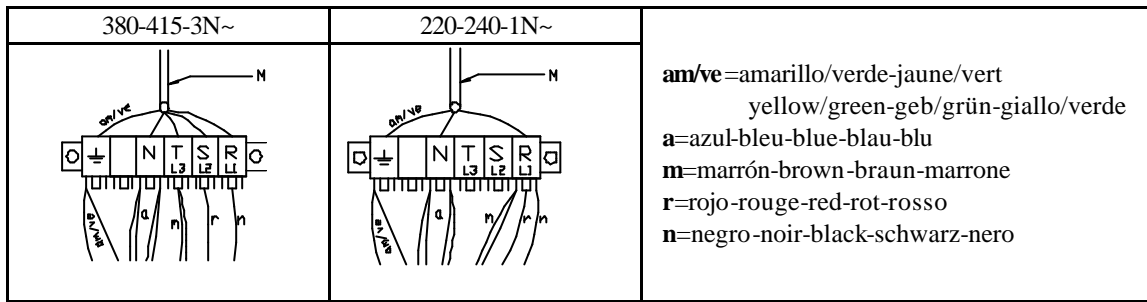

Fig. 6
- Acceder a la regleta de conexiones (R), (Fig. 1 y Fig. 6), desmontando la tapa (T) y el panel posterior (P). Fijar el cable manguera en (E) dejando longitud de cable suficiente para la extracción del cuadro eléctrico por el frente.